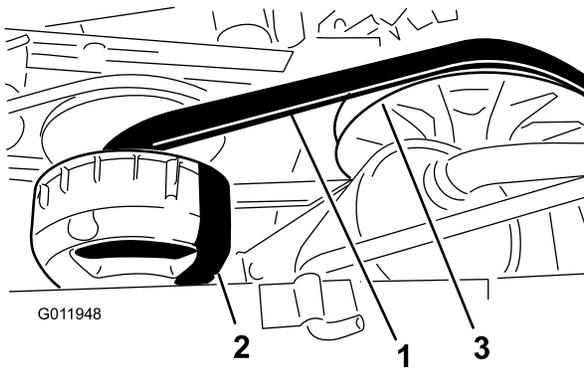

Figura 72
4. Rode e verifique se a correia (Figura 72) apresenta sinais de desgaste ou se está danificada.
6. Rode e coloque a correia sobre a embraiagem secundária (Figura 72).
3. Rode e coloque a correia sobre a embraiagem secundária (Figura 72).
4. Retire a correia da embraiagem primária (Figura 72).
5. Alinhe a nova correia sobre a embraiagem primária (Figura 72).